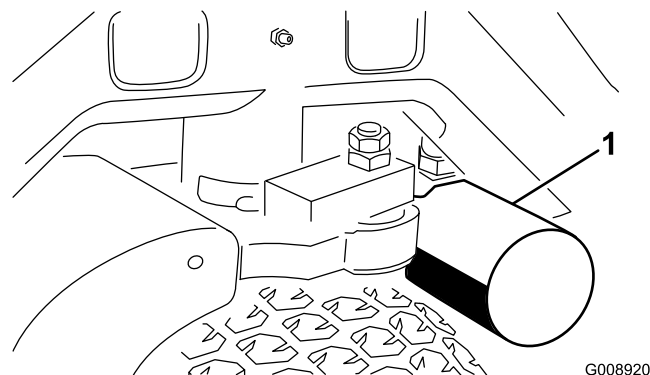
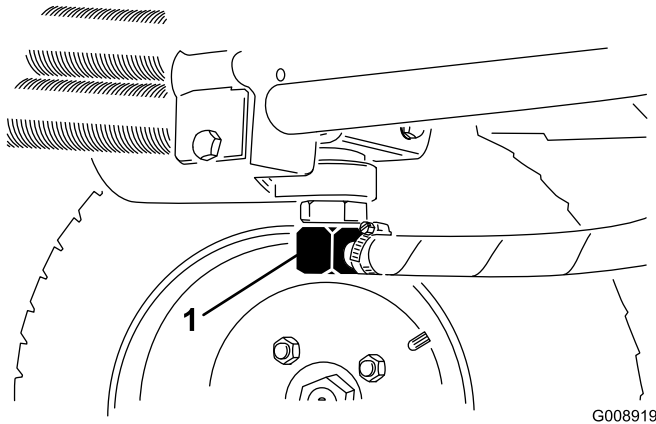

Figura 56
Figura 57
3. Limpie la zona de montaje del filtro. Coloque un recipiente debajo del filtro (Figura 56) y retire el filtro.
2. Desconecte el tubo hidráulico (Figura 57) o retire el filtro hidráulico (Figura 56) y deje fluir el aceite hidráulico en un recipiente apropiado. Vuelva a colocar el tubo cuando el aceite hidráulico se haya drenado.